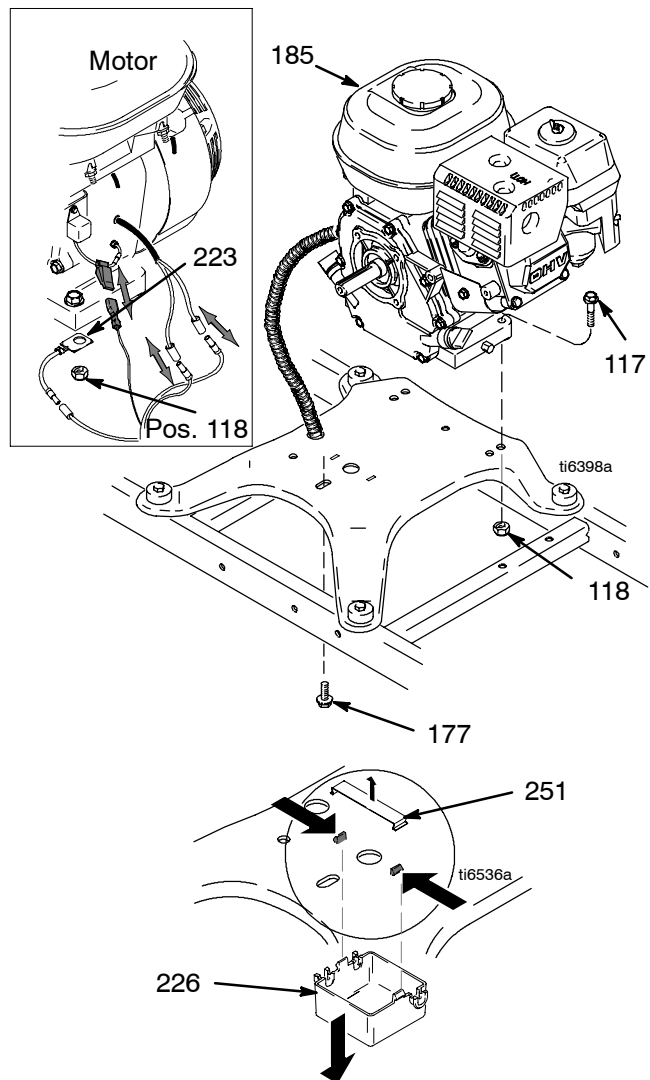

Fig. 12
2. Fig. 12. Retire el clip (251) y la caja de empalmes (226).
13. Fig. 12. Instale la caja de empalmes (226) con el clip (251).
4. Fig. 12. Retire el tornillo (177). Retire los dos tornillos (117), las contratuercas (118), y el conductor a masa (230, 260) de la base del motor (185).
2. Fig. 12. Instale dos tornillos (117) y el conductor de masa (223, 260) en la base del motor y sujételo con las contratuercas (118). Apriete a un par de 20 a 30 ft-lb.